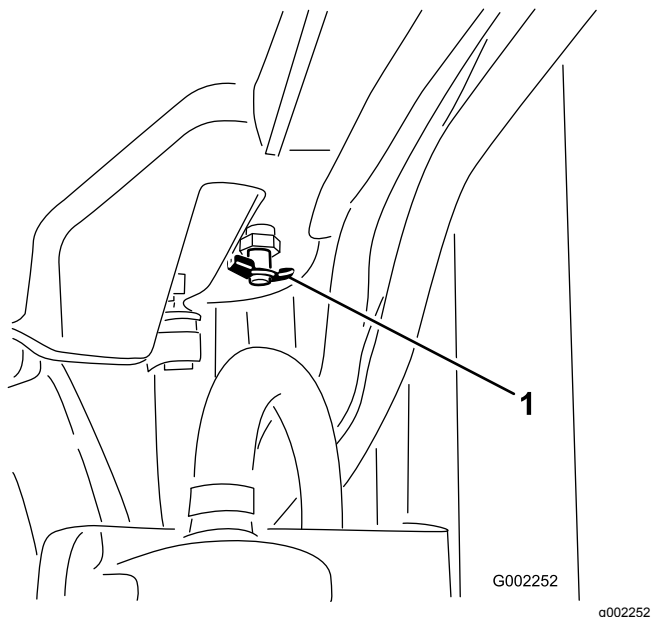

图 91
4. 打开排放阀将冷却液排到盘中图 91。
5. 关闭排放阀图 91。